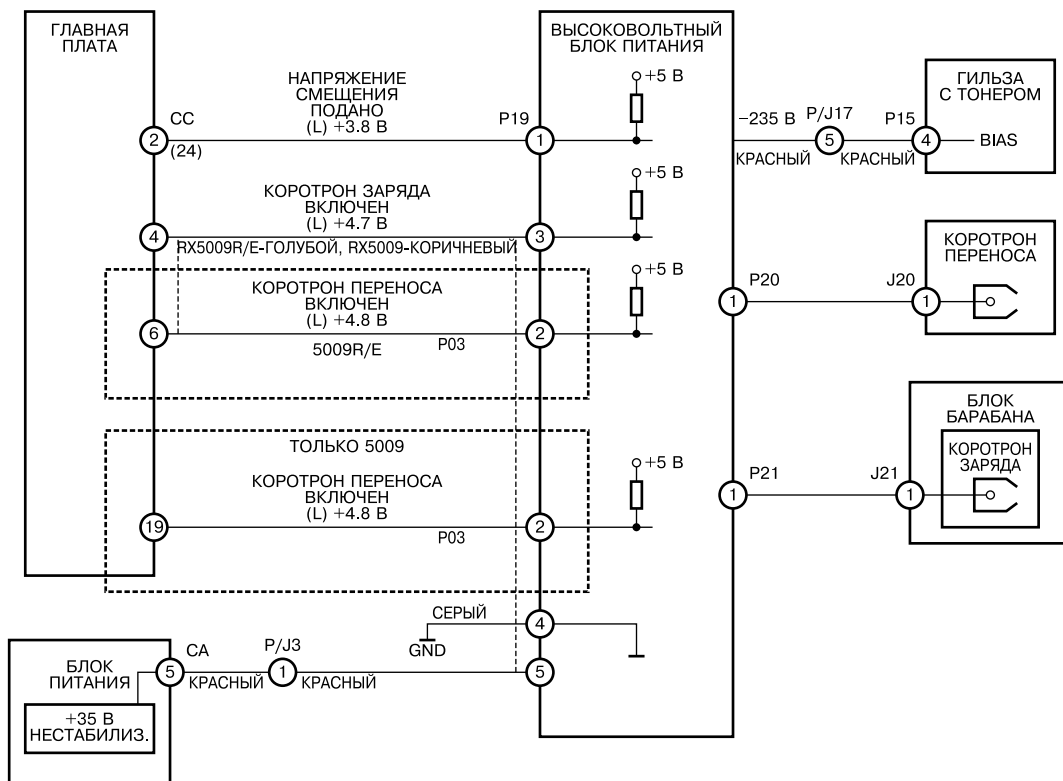

Рис. 1. Блок-схема высоковольтного блока питания
Если на барабане имеется изображение, необходимо проверить цепь коротрона переноса и сам коротрон переноса на обрыв. Коротрон представляет собой тонкую натянутую проволочку, на которую подается высокое напряжение. Он служит для переноса изображения с барабана на бумагу. Если коротрон цел, значит, на него не подается высокое напряжение и неисправен высоковольтный блок питания (140K35320). На рис. 1 представлена электрическая блок-схема цепей, имеющих отношение к этой неисправности для аппаратов RX5009 и RX5009R/E. В скобках указаны номера контактов для RX5009.
Если регулировкой экспонирования решить проблему не удалось, необходимо проверить напряжение смещения. Нажмите на клавишу «Пуск» и измерьте напряжение на P/J17-5 (рис. 1). Вольтметр должен показать около 235 В. Если все в порядке, проверьте на обрыв цепь между высоковольтным блоком питания и гильзой с тонером. Если напряжения нет, измерьте его между СС-2(24) на главной плате и шасси. Оно должно быть примерно +4 В и при нажатии клавиши «Пуск» упасть примерно до 0 В. В противном случае меняйте по очереди высоковольтный блок питания и главную плату, предварительно прозвонив на обрыв соответствующую проводку. Если вышеперечисленные действия не дали результата, меняйте по очереди блок барабана и гильзу с тонером.